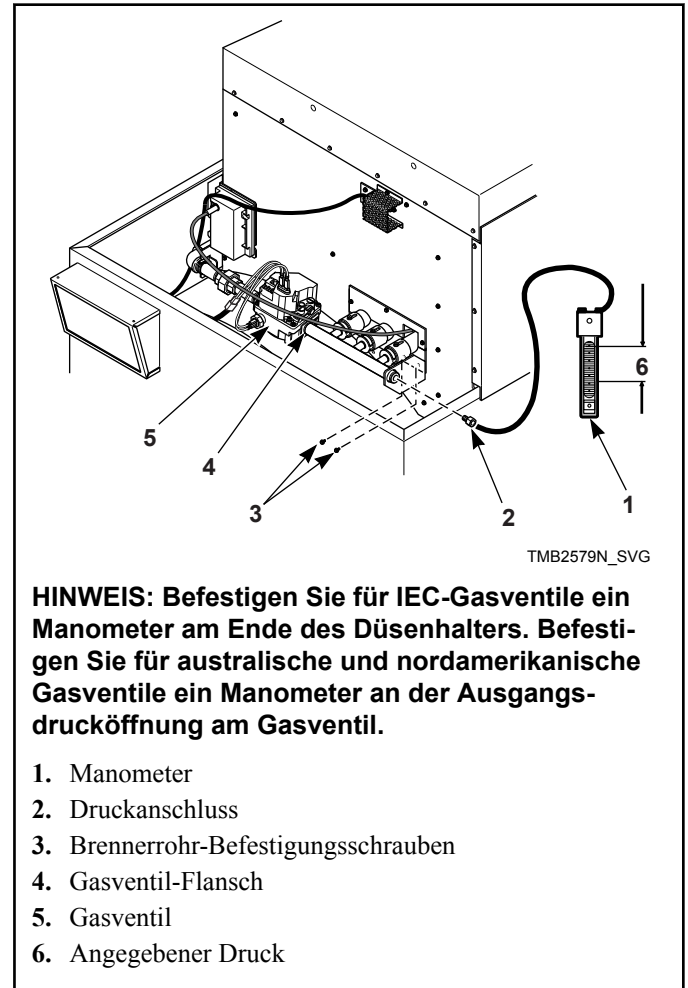

Abbildung 13
1. Kontrollieren Sie den (Lade-) Druck jeder Gasbrennerdüse wie folgt. Siehe *Abbildung 13* .
4. Starten Sie den Wäschetrockner und notieren Sie den Druck, wenn die Flamme brennt. Entfernen Sie den Reguliererdeckel und regeln Sie die Regulierschraube, bis der Brennerdüsendruck gemäß anwendbarer Tabelle erreicht ist. Ersetzen Sie den Reguliererdeckel. Siehe *Abbildung 13* .